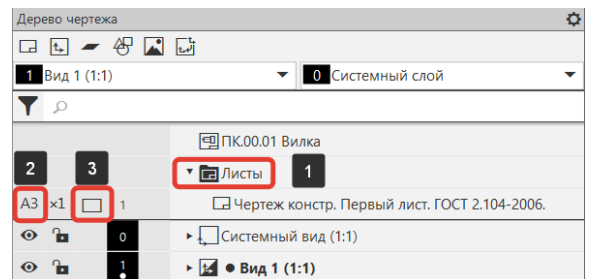

Рисунок 201 – Настройка формата листа
- Настроим формат листа. Раскроем строку Листы (1), изменим формат листа с А4 на А3 (2), ориентация листа – горизонтально (3) (Рисунок 201);